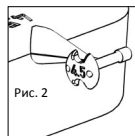

Рис. 2
■ **Рис.1а, 1б/2** Диск-измеритель (Рис. 1а, 1б) для полных протезов имеет восемь установленных в форме спутников отдельных измерителей различной длины (3,0-7,0 мм). На обратной стороне каждого измерителя обозначена соответствующая длина (Рис. 2). Углубления и отверстия служат для уменьшения веса, а также дают возможность лучшего обзора в процессе проведения измерений в среднем ухе.